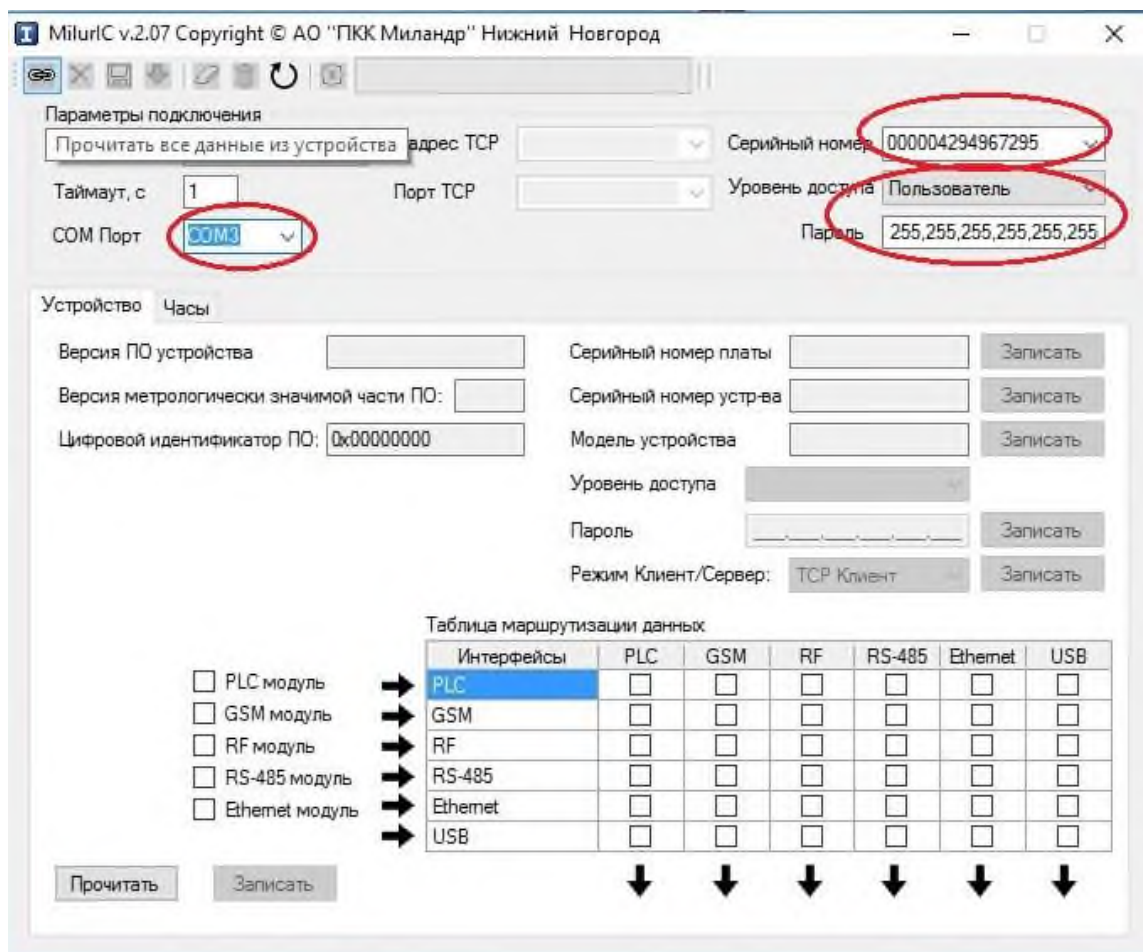

Рисунок 3 – Настройка параметров подключения к ПК
- В поле **COM порт** (рисунок 3) выбрать назначенный для устройства COM порт (**порт COM3**).